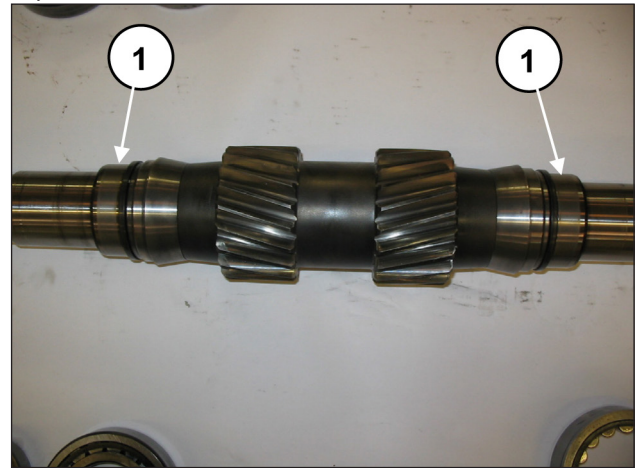

Abb. 53
Montieren Sie vorläufig die Pleuelwelle: setzen Sie die 2 Innenringe der Pleuel (einen pro Seite) auf die Pleuelwelle (Pos. ①, Abb. 53).